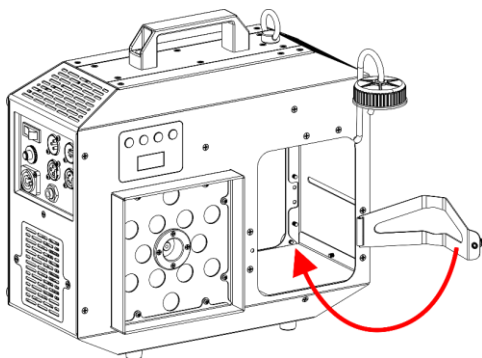

Fig. 10
- 05) Kantel de **beugel voor de vloeistoftank (03)**, zoals getoond in Fig. 10.